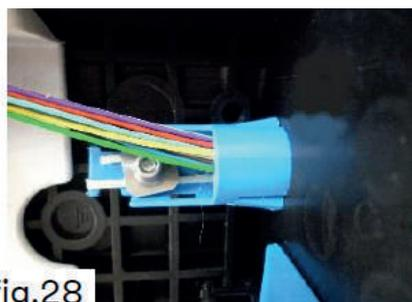

fig.28
2. Faire entrer l'Ecam et la clipper pour la verrouiller (fig.28). Les tubes doivent être dirigés vers le bas (fig.28).